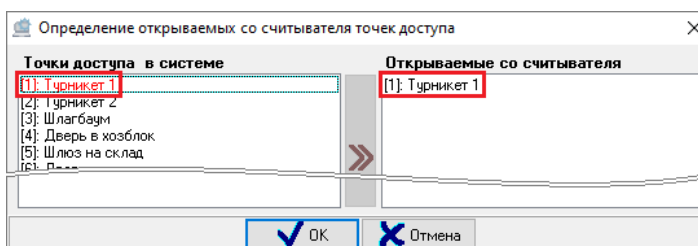

Рисунок 6-437 Выбранная в качестве привязываемой к считывателю точка доступа
В поле **«Точки доступа в системе»** отображаются все точки доступа, имеющиеся в системе. При этом для точек доступа, выбранных в качестве открываемых со считывателя, применяется маркировка **красным шрифтом** (см. Рисунок 6-437).
- дважды щелкните левой клавишей мыши по точке доступа в поле «Точки доступа в системе». Точка доступа будет добавлена в поле «Открываемые со считывателя» (см. Рисунок 6-437);